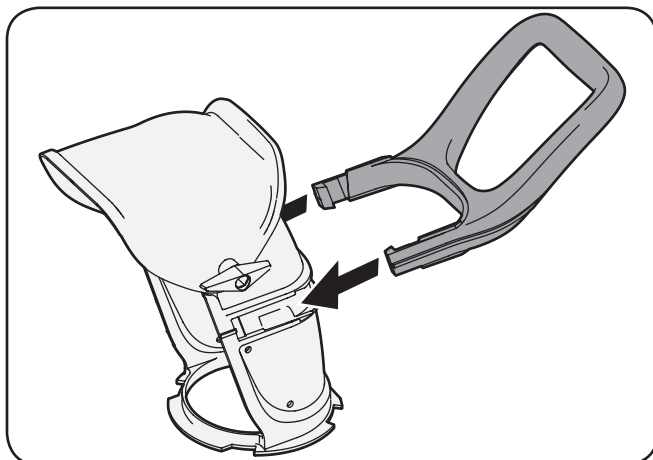

Figura 3-2
3. Sujete la manija del canal de descarga al canal de descarga, como se indica en la Figura 3-2.